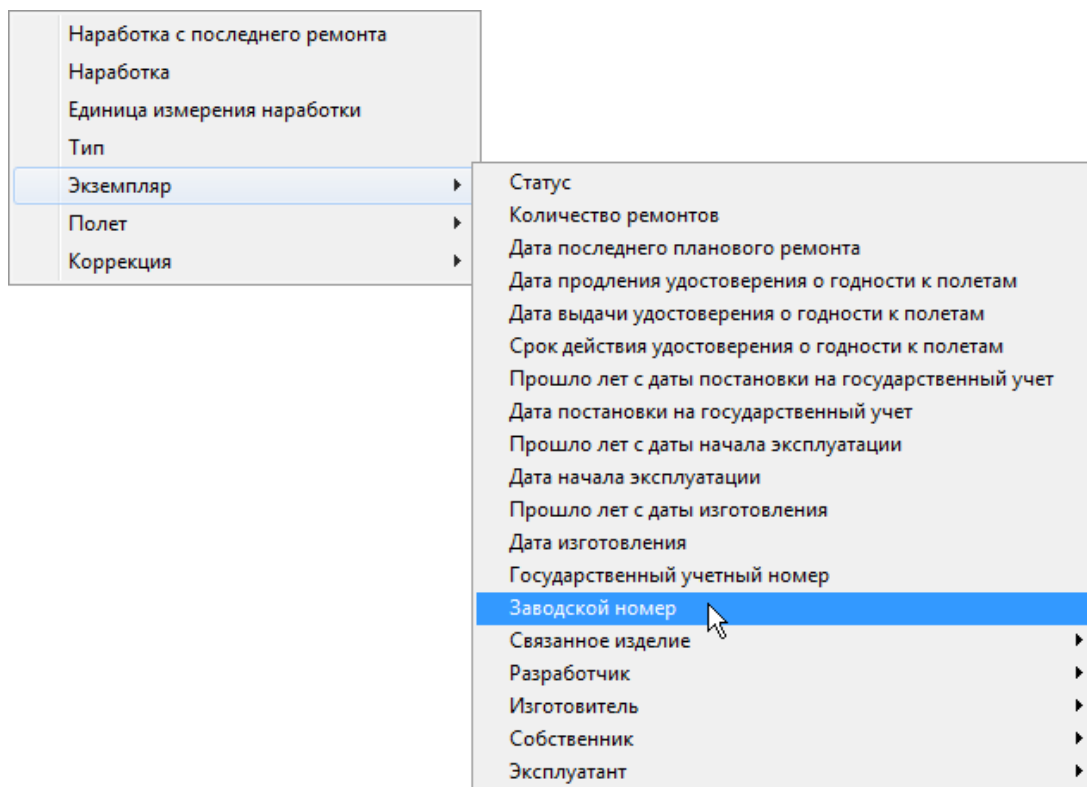
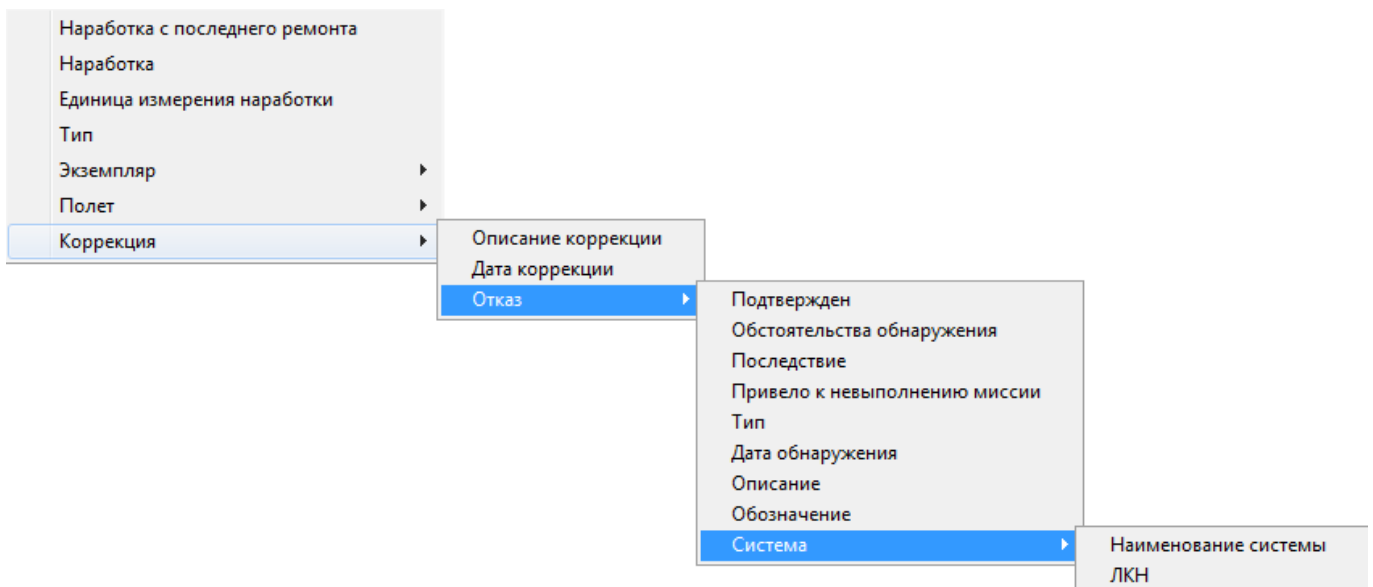

Рис. 7-19 – Выбрать параметр для использования его в условиях отбора
Рис. 7-21 – Список параметров представляет собой многоуровневую структуру
4) В открывшемся списке выбрать нужный параметр (рис. 7-19).
Например, для подсистемы «Наработка» первый уровень вложенности списка параметров включает наработку с начала эксплуатации, наработку с последнего планового ремонта, единицу изменения наработки и тип наработки (рис. 7-19), которые являются характеристиками объекта «Наработка». Кроме них список включает элементы «Экземпляр», «Полет» и «Коррекция» – они являются ссылкой на другие объекты базы данных и в свою очередь характеризуются своим набором параметров, среди которых также могут быть ссылки на другие объекты БД (рис. 7-21).